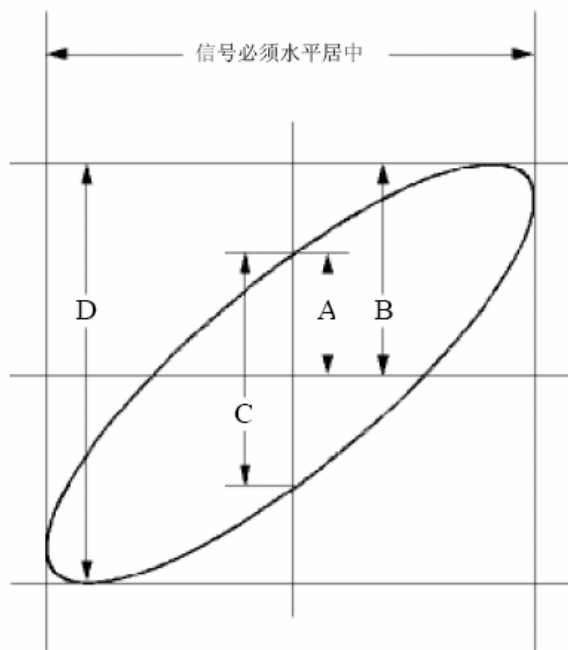

图 6-6：李沙育（Lissajous）图形
- (7) 调整 **垂直 伏/格**、**垂直位置** 旋钮使波形达到最佳效果。
- (8) 应用椭圆示波图形法观测并计算出相位差。见图 6-6。